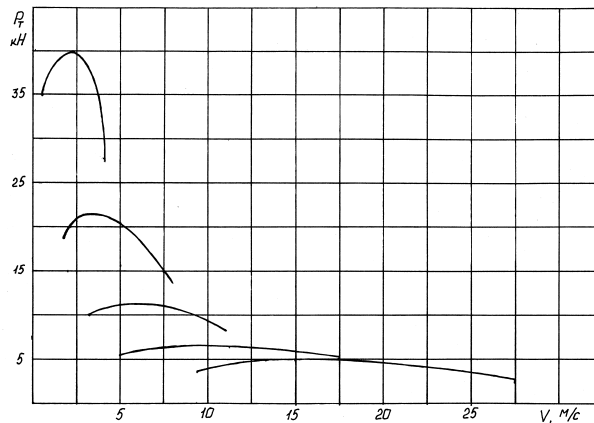

Рисунок 1. Тяговая характеристика автомобиля
1. Используя тяговую характеристику автомобиля (рис.1), найти мощность и крутящий момент двигателя, если частота вращения коленчатого вала 2800 об/мин; мощность двигателя в 5 раз больше мощности, теряемой в трансмиссии; размер шин 12-20; передаточное число трансмиссии 6,45.